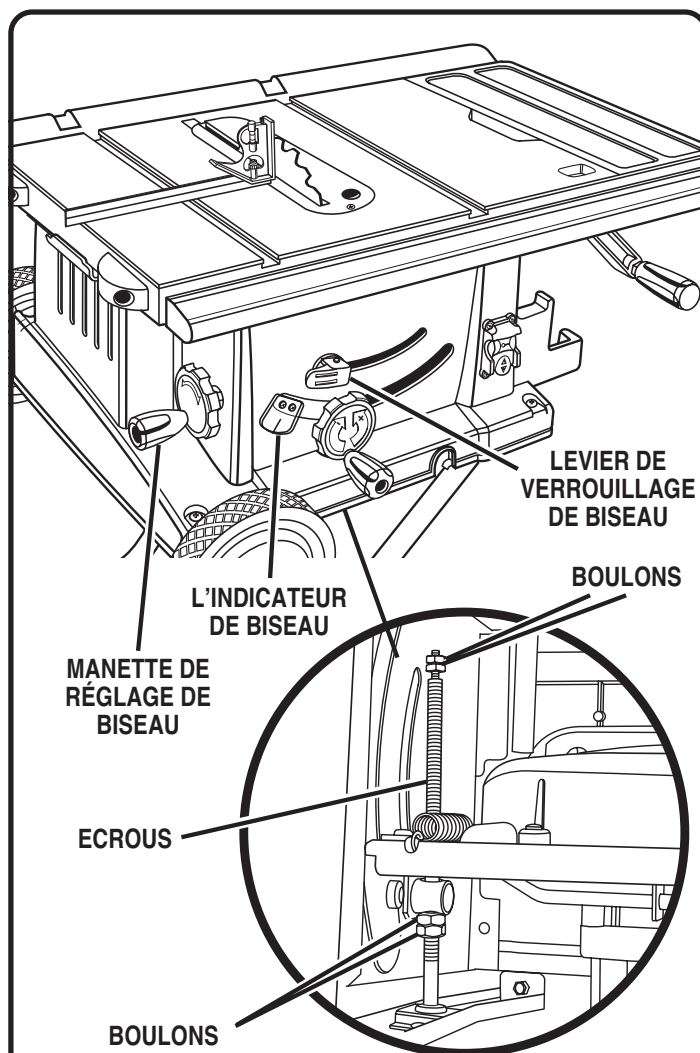

Fig. 40
Voir la figure 40.
- Si la lame n'est pas parfaitement verticale (0°) desserrer les écrous du boulon de butée de l'intérieur du bâti, positionner la lame et resserrer les écrous. Voir le détail de la figure 40.
- Si la lame n'est pas parfaitement à 45°, desserrer les écrous du boulon de butée de l'intérieur du bâti, ajuster le boulon et resserrer l'écrou. Voir le détail de la figure 40.